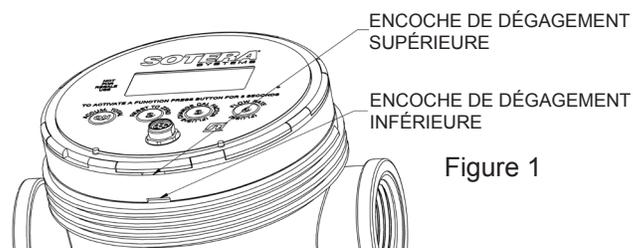

Figure 1
2. Insérer un tournevis à tête plate large dans la fente supérieure et dégager délicatement le module électronique (voir Figure 1).